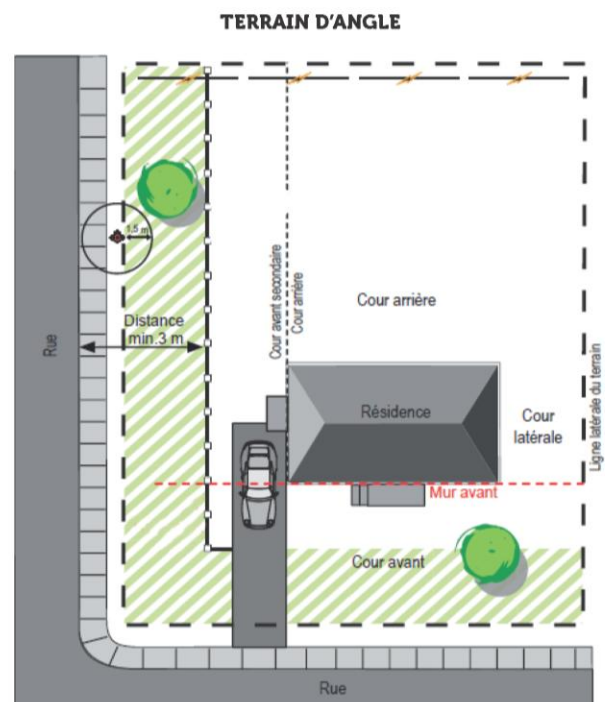

Figure 2
2. pour un **usage résidentiel sur un terrain d'angle** (figure 2) : **1.5 m**, uniquement dans la cour comprise entre la ligne avant et le mur latéral, entre la marge de recul avant et la ligne arrière